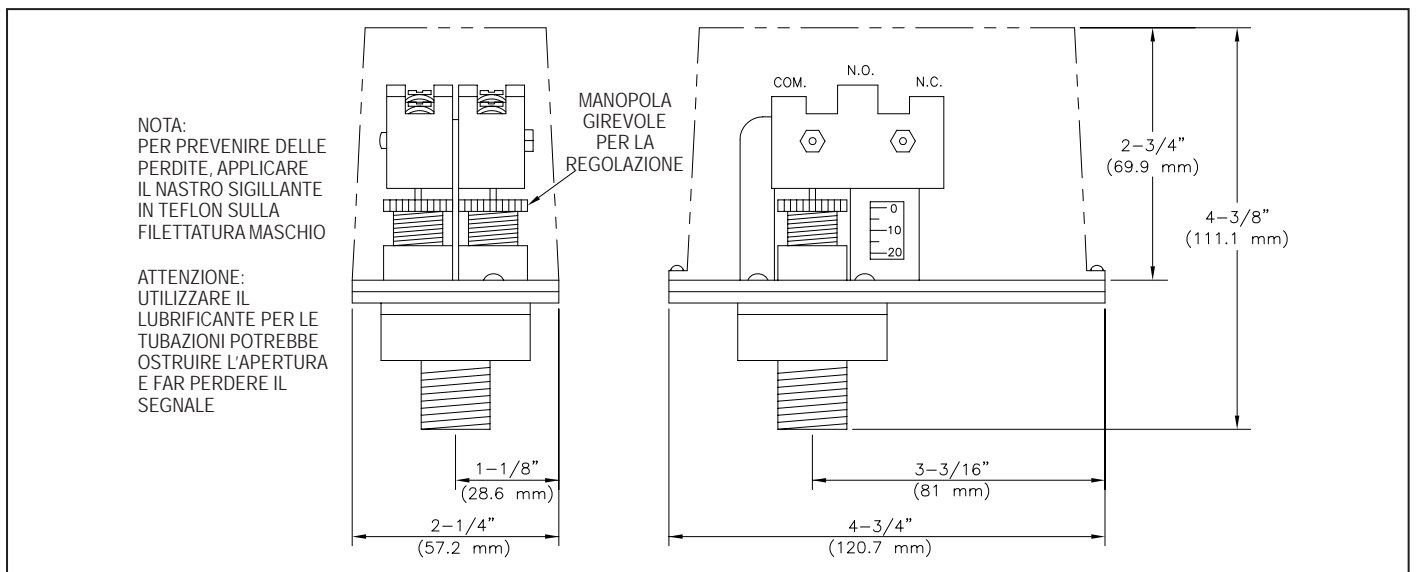

Figura 26
2. Quando viene installato un pressostato , applicare un nastro sigillante in Teflon solo sulla filettatura maschio (Figura 26). Installare il pressostato in raccordo da 1/2" (15 mm). Utilizzare una chiave apposta da posizionare sulla superficie piana per poter stringere poi l'unità. Non stringere troppo: